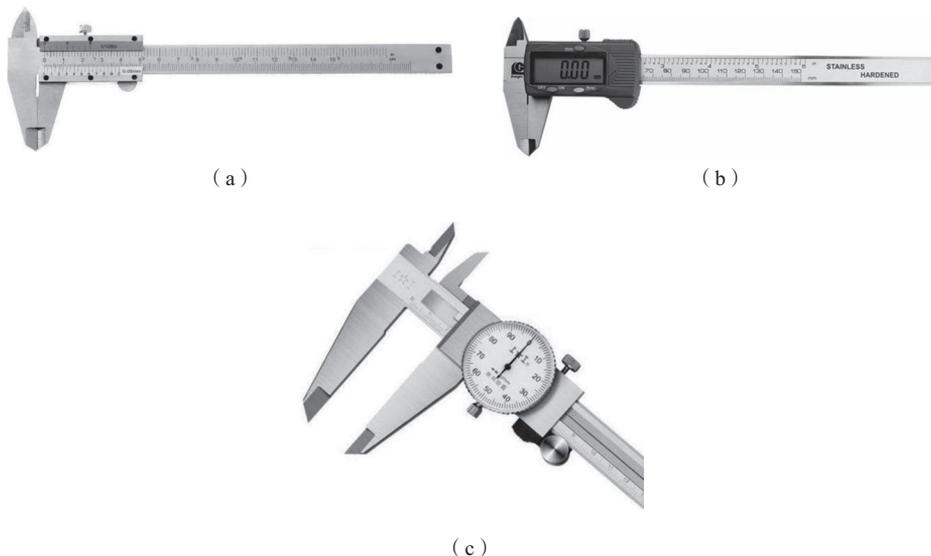

图 1-7 不同类型的游标卡尺
(1) 游标卡尺：一种测量长度、内外径、深度的量具，一般常用精度为 0.1 mm。游标卡尺由主尺和附在主尺上能滑动的游标两部分构成。若从背面看，游标是一个整体。深度尺与游标尺连在一起，可以测槽和筒的深度。如图 1-7 所示，游标卡尺可分为普通游标卡尺、数显游标卡尺和表式游标卡尺。游标卡尺的具体测量和读数方法在后续模块中进行学习。